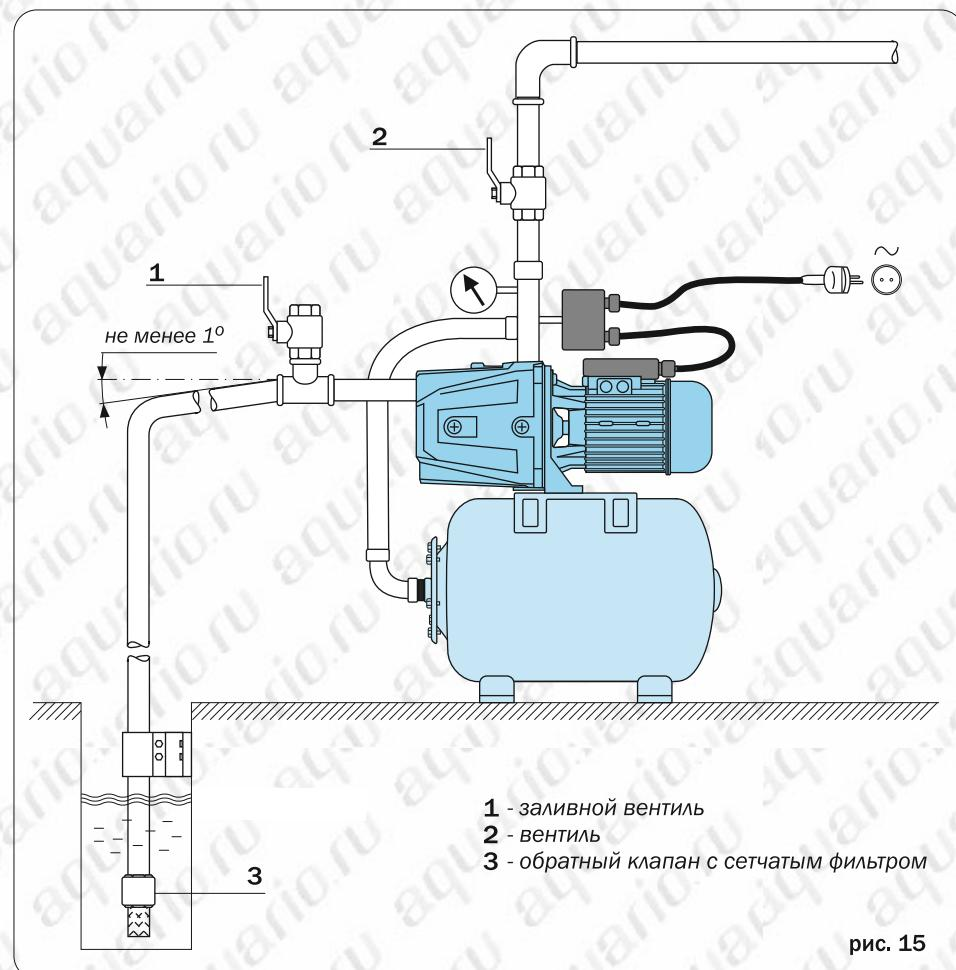

рис. 15
- При монтаже всасывающего трубопровода необходимо обеспечить непрерывный уклон трубы от насоса к источнику водозабора не менее 1 градуса для исключения скопления пузырьков воздуха и образования воздушных пробок. Рис. 15.
- Для облегчения заполнения насоса и всасывающей магистрали водой перед пуском и предотвращения ее вытекания из системы при отключении насоса, необходимо установить на всасывающей трубе обратный клапан с сетчатым фильтром. Рис. 15.
- Для облегчения процедуры заполнения насоса и всасывающей магистрали водой предлагается установить дополнительный заливной вентиль (1) рис. 15, во всасывающей магистрали на входе в насос. В рабочем состоянии этот кран должен быть закрыт.
- Для насосной станции рекомендуется в напорной магистрали на выходном патрубке установить вентиль (2) рис. 15, 16. Он пригодится при регулировке реле давления, позволяя не отходя от насосной станции перекрывать и открывать напорную магистраль. Кроме того, при демонтаже станции этот кран будет препятствовать вытеканию воды из напорной магистрали.
1. Выкрутить пробку заливного отверстия (рис. 5) или открыть заливной вентиль 1 (рис. 15);
2. Закрыть вентиль (2) (рис. 15, 16);
4. Чуть-чуть приоткрыть вентиль (2) для обеспечения выхода остатков воздуха из насоса;
3. Вращением гайки (4) отрегулировать разность между давлением включения и выключения насоса, т.е. настраивается верхняя граница рабочего диапазона, при достижении которой, насос отключается. Вращение по часовой стрелке увеличивает разницу между нижней и верхней настройкой; против часовой стрелки – уменьшает. При этом настроенное ранее давление включения (нижняя граница рабочего диапазона) не меняется.
Значения настроенных давлений контролируются по манометру при закрытии и открытии вентиля (2) (рис. 15, 16).